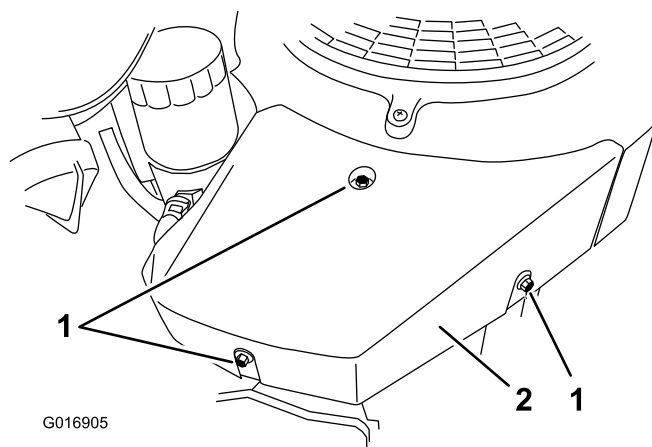

Figura 73
3. Retire la cubierta de la derecha retirando el tornillo de montaje superior y aflojando los dos tornillos laterales (Figura 73).